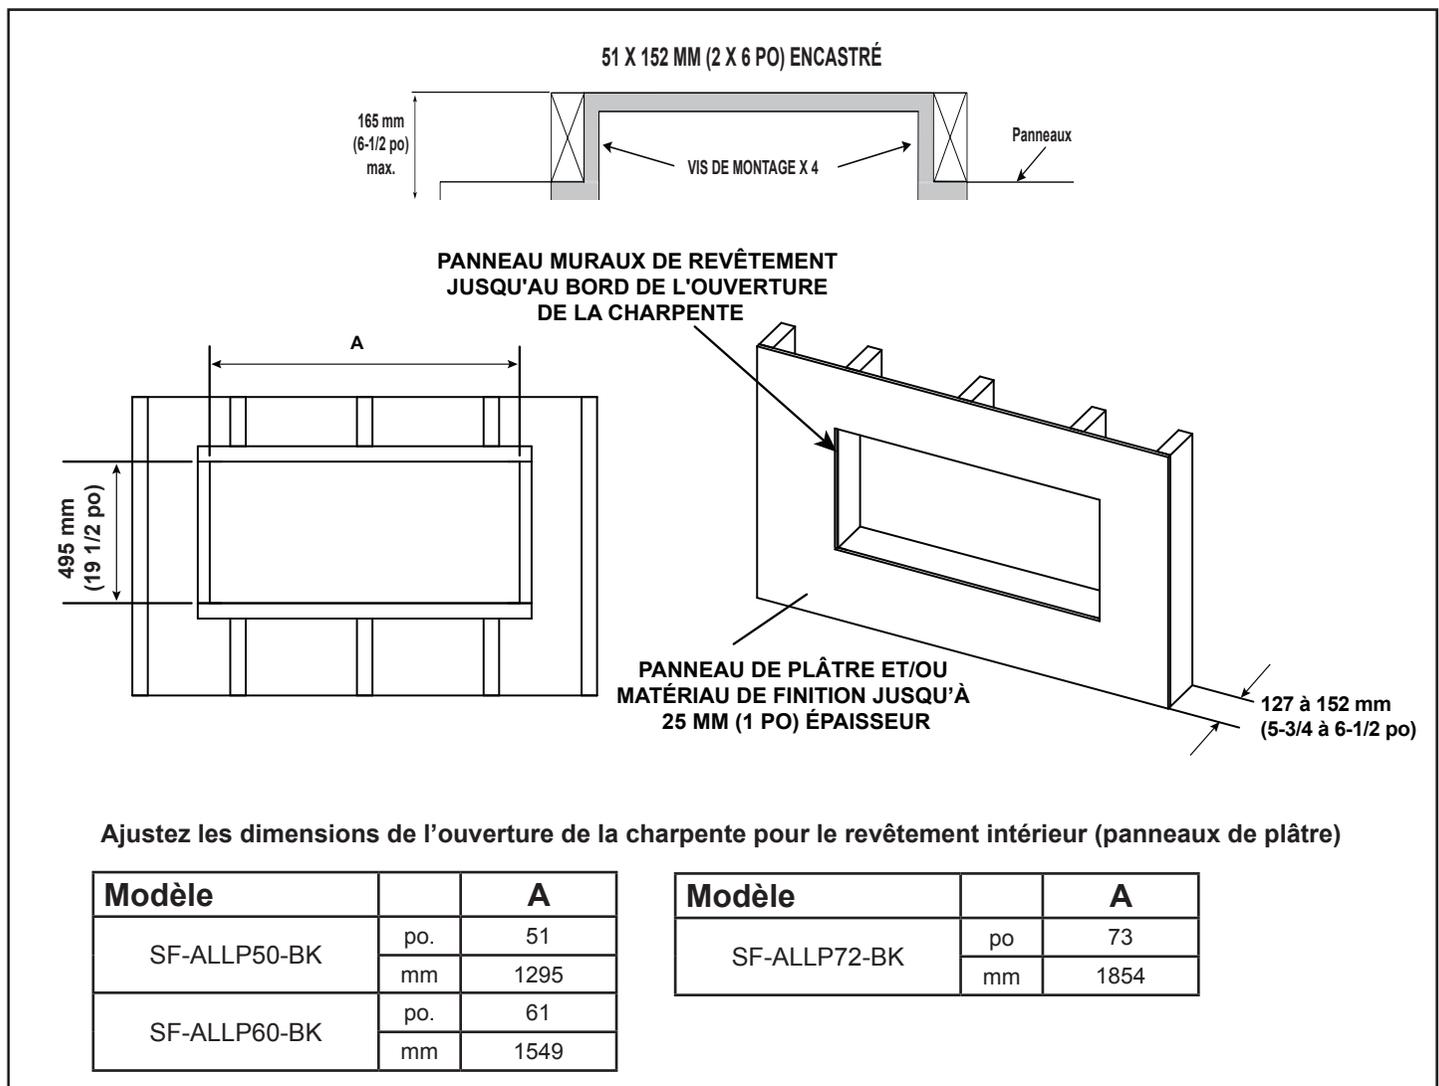

Figure 4.1 Charpente et finition murale pour installation encastrée
1. Terminer la construction du mur selon les exigences dans la figure 4.1.